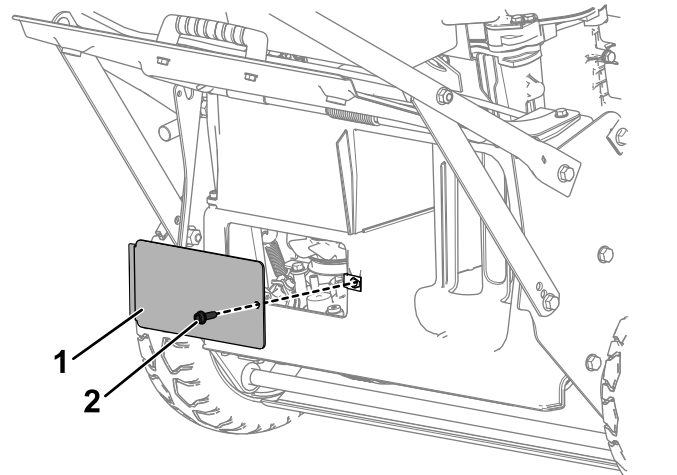

Bild 46
8. Entfernen Sie die Rückfahrscheibe, die sich unter dem hinteren Ablenkblech befindet, durch Entfernen der Befestigungsschraube (Bild 46).